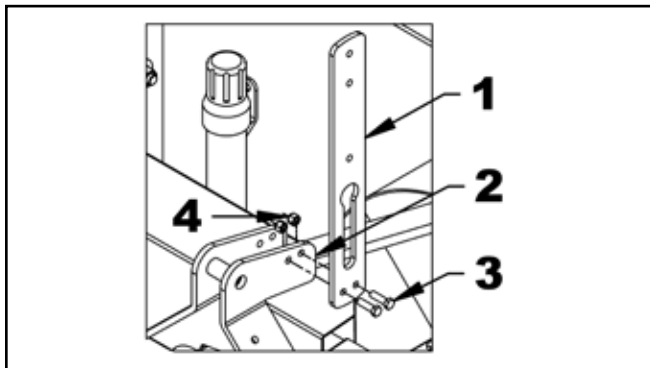

Figure 39. Fixer le support de tuyau
3. Figure 39 : Fixez le support de tuyau (1) au support droit (2) de l'attelage trois points supérieur à l'aide de deux boulons hexagonaux 3/8 po NC x 1-1/2 po et de contre-écrous à insert nylon (3, 4).